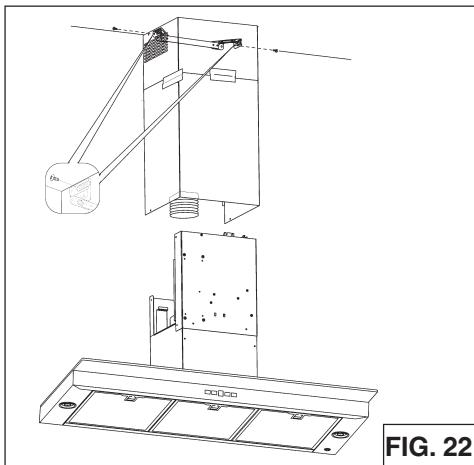

FIG. 22
- Soulevez le conduit décoratif en place. Fixez le conduit supérieur à la bride de montage avec (2) vis de 3,9 x 6 mm (Fig. 22).